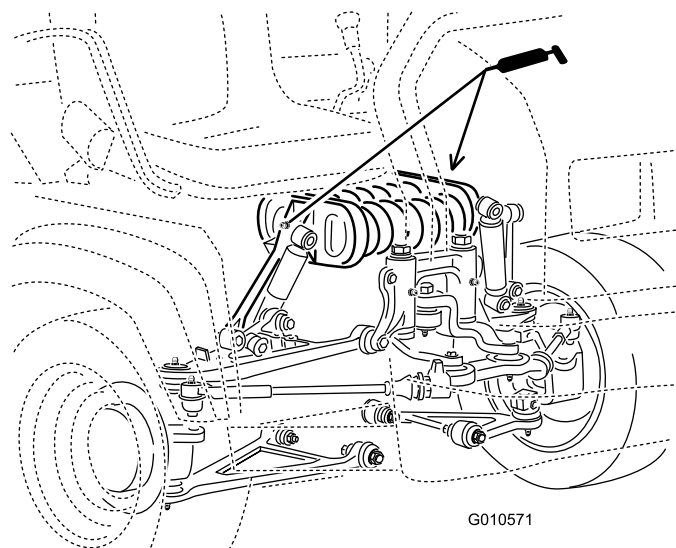

Рисунок 39
- Стойка рессоры (2) (Рисунок 39)